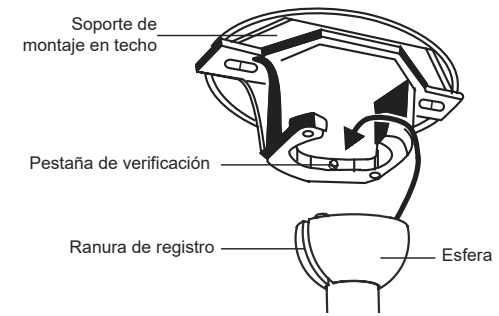

Fig. 12
Paso 9. Levanta el conjunto del motor del ventilador hasta su ubicación y coloca la esfera en el soporte de montaje en el techo. Gira todo el conjunto hasta que la fipestaña de verificaciónfl haya caído en la firanura de registrofl y asiente firmemente. **(Fig. 12)**